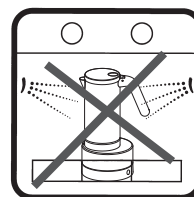

Fig. 15
- Ikke vask espressokokeren i oppvaskmaskinen. (fig. 15)